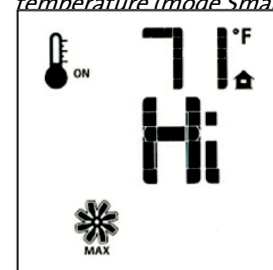

Figure 66.
- Utilisez les touches fléchées Haut / Bas pour démarrer, arrêter ou régler la vitesse du ventilateur (Fig. 66). Un seul «bip» confirmera la réception de la commande. Après un intervalle de 5 minutes, le ventilateur démarrera à sa vitesse maximale, puis la réduira au réglage de vitesse établi. Le ventilateur continuera de fonctionner 12 minutes après que le brûleur est éteint. Le contrôle de vitesse manuel n'est pas disponible lorsque le Thermostat est en mode «SMART».